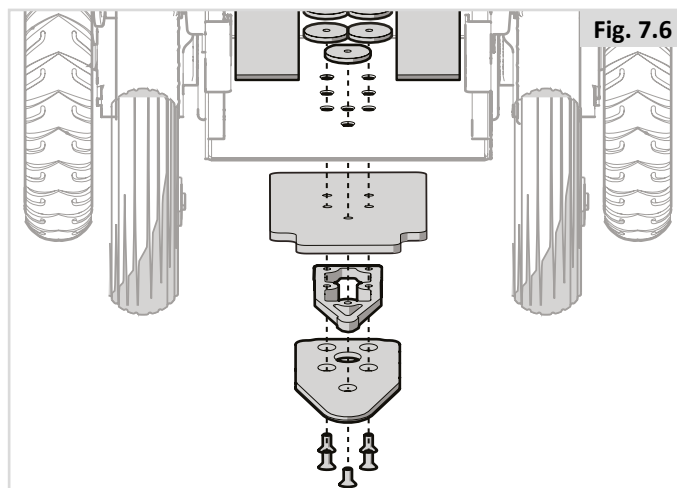

Fig. 7.6
1. Sæt afstandsstykket på 8 mm på låsepladen (Fig. 7.6).